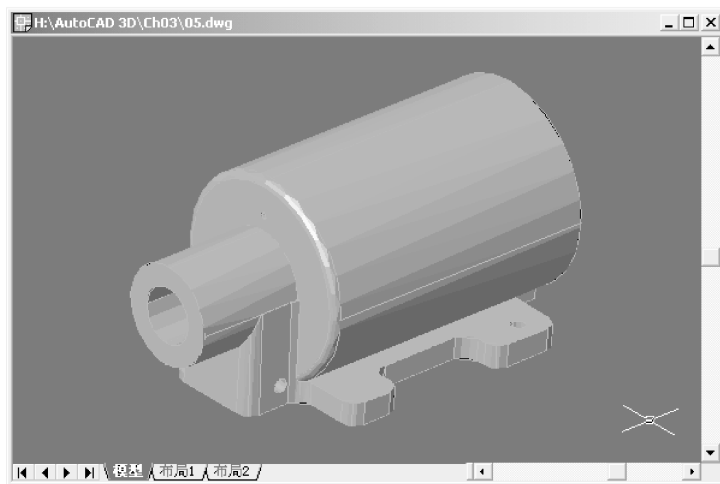

图 3-14 带边框平面着色的示例
(5) 选中快捷菜单中的“着色模式”→“带边框平面着色”菜单项，可以同时使用线框和平面着色模式表示三维对象，即在对三维对象进行平面着色的同时显示其所有的线框。图 3-14 显示了以带边框平面着色模式显示的机械模型。